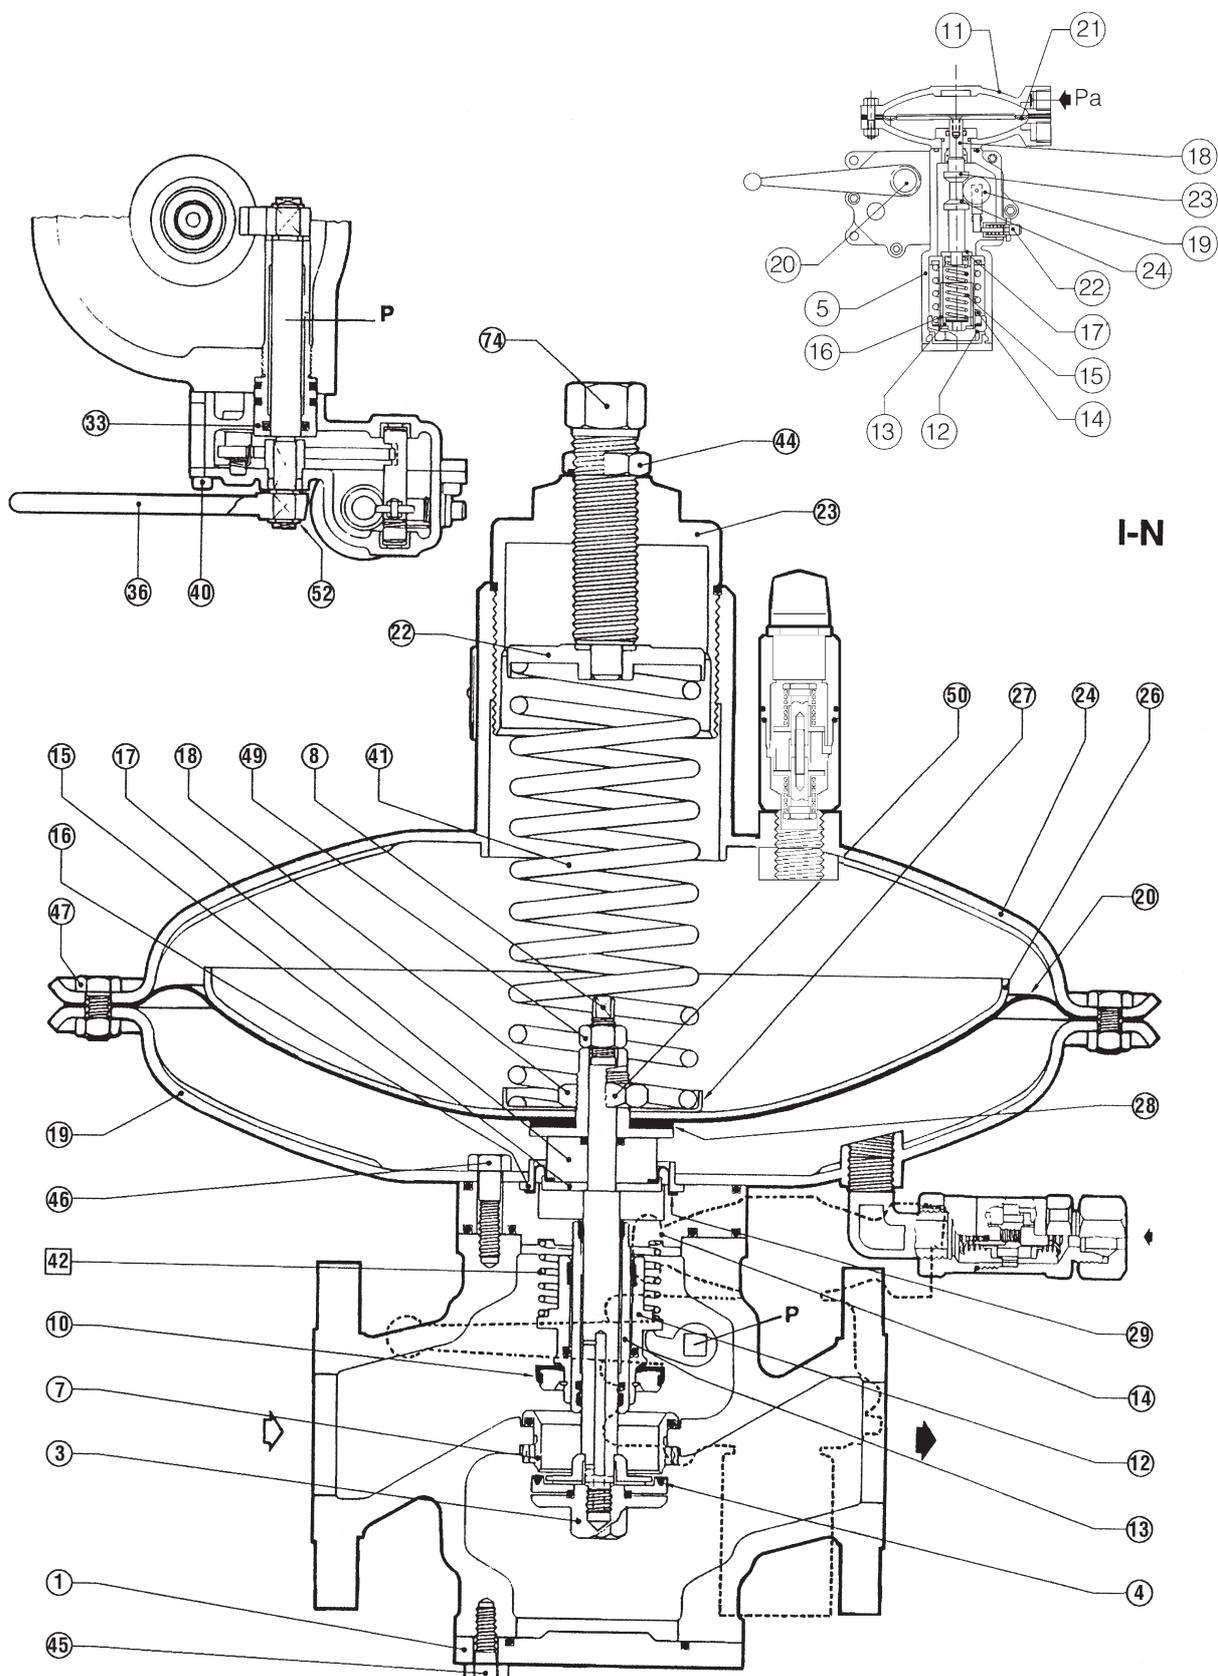

Fig. 18
6.2 TAB. 10 BLOCCO REGOLATORE (FIG. 18)
(Le posizioni si riferiscono alla fig. 18)